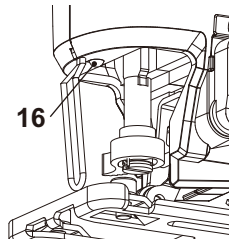

Fig. 8
L'éclairage de travail (16) s'allume automatiquement lorsqu'une pression sur l'interrupteur marche/arrêt est exercée (Fig. 8).